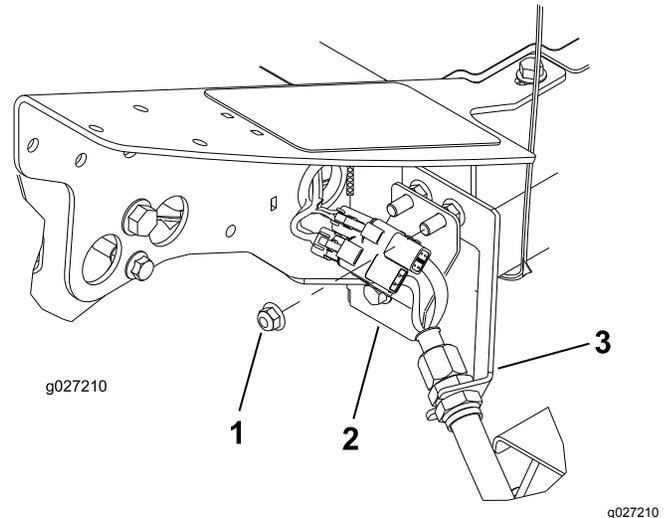

Bild 12
- Entfernen Sie an der linken Vorderkante des Rahmens (Schneideinheit Nr. 4) die zusätzliche Bundmutter an der Schraube, mit der die Schotthalterung an der Maschine befestigt ist (Bild 12).
- Setzen Sie die Anschlussplatte so auf die Befestigungsschrauben des Schotts, dass die Anschlüsse wie in Bild 12 abgebildet positioniert sind.